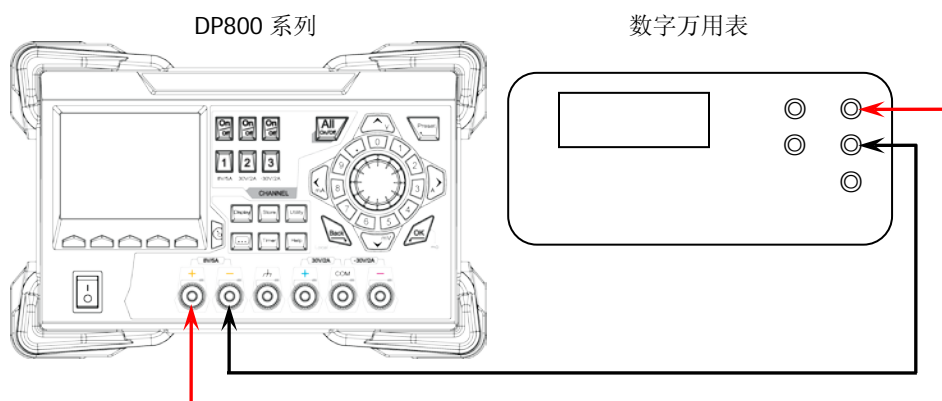

图 2-2 连接 DP800 和数字万用表（电压）
1. 请保证 DP800 已预热至少 30 分钟，使用测试引线连接 DP800 的通道输出端（以 CH1 为例，校准方法同样适用于 CH2 和 CH3）和数字万用表的电压输入端，如图 2-2 所示。